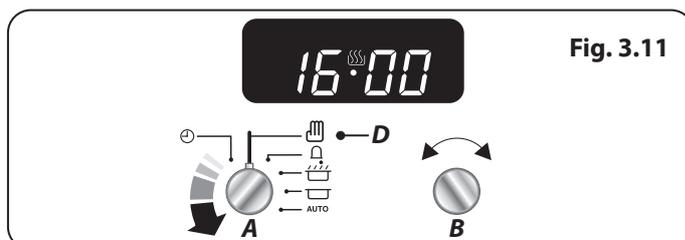

Fig. 3.11
Pour annuler tous les réglages automatiques, tournez le bouton de la minuterie (A) pour sélectionner le réglage de l'horloge (C) (**Fig. 3.11**).